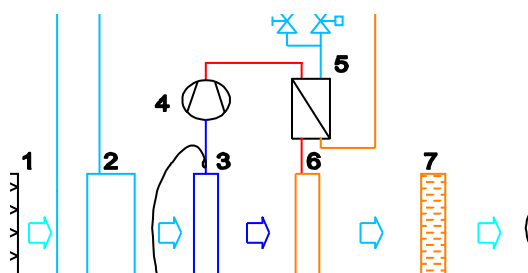

fig. 1
In fig. 1 è schematizzato il funzionamento ad aria neutra: l'aria, filtrata attraverso la sezione filtrante (1), subisce un preraffreddamento tramite lo scambiatore ad acqua refrigerata (2).. L'aria viene deumidificata attraversando in sequenza le batterie alettate del circuito frigorifero: nella prima batteria (3) vi è la deumidificazione vera e propria, nella seconda (6) vi è il postriscaldamento, effettuato smaltendo il calore sviluppato dal compressore.